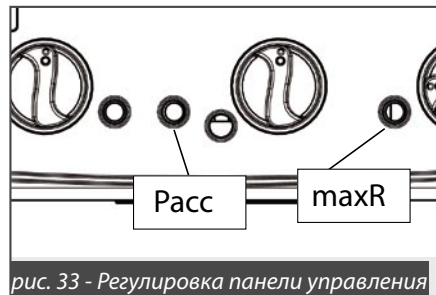

рис. 33 - Регулировка панели управления
- установить регулятор тепловой мощности **maxR** (рис. 33) в МАКСИМАЛЬНОЕ ПОЛОЖЕНИЕ, вращая потенциометр ПО ЧАСОВОЙ СТРЕЛКЕ;
- повернуть триммер **Расс** (рис. 33) в промежуточное положение и, после завершения работы режима тестирования/«трубочист» (пар. 3.2.8.1), проверить, что включение горелки происходит плавно и бесшумно: в противном случае, повысить или понизить мощность включения, действуя на триммер **Расс** (для повышения, вращать по часовой стрелке; для уменьшения, вращать против часовой стрелки);